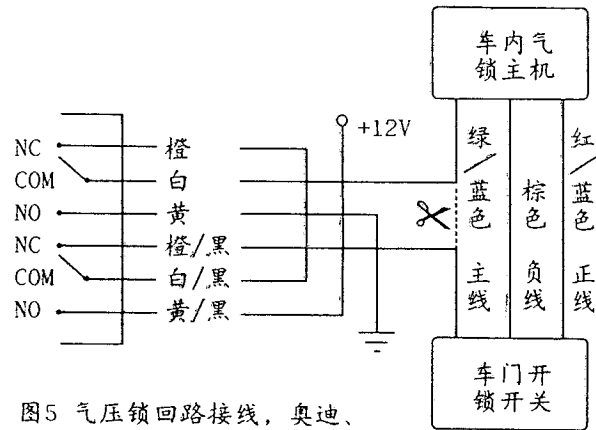

图5 气压锁回路接线，奥迪、奔驰，P.S.车门主线在开锁及关锁时转换正负信号。
4. 原车配备有中央控制门锁，其特色是利用气压带动方式，门锁开关是连续性动作，在驾驶门内有条控制线，门锁动作开门关门控制线会转换正电及负电，防盗主机内有短路环可选择。（参图5，气锁回路接线）